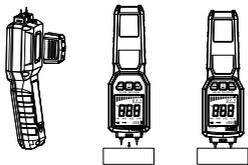

图3
3. 取下探针保护盖及硅胶套，保护盖放入产品背面收纳仓（图3）。
4. 将产品探针垂直插入被检物体，最大插入深度为探针限制位（图3）。